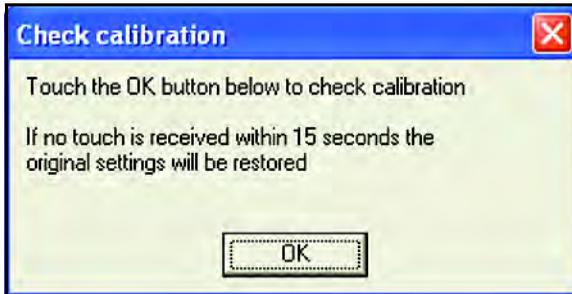

Figura 126: Pantalla de confirmación de calibración
3. Vaya a través de todos los puntos, tocando cada punta de flecha o el centro de la cruz como parece. Trate de evitar el paralaje. Cuando haya terminado, se abrirá la ventana que se muestra *Figura 126* a continuación. Toque OK para confirmar la calibración.